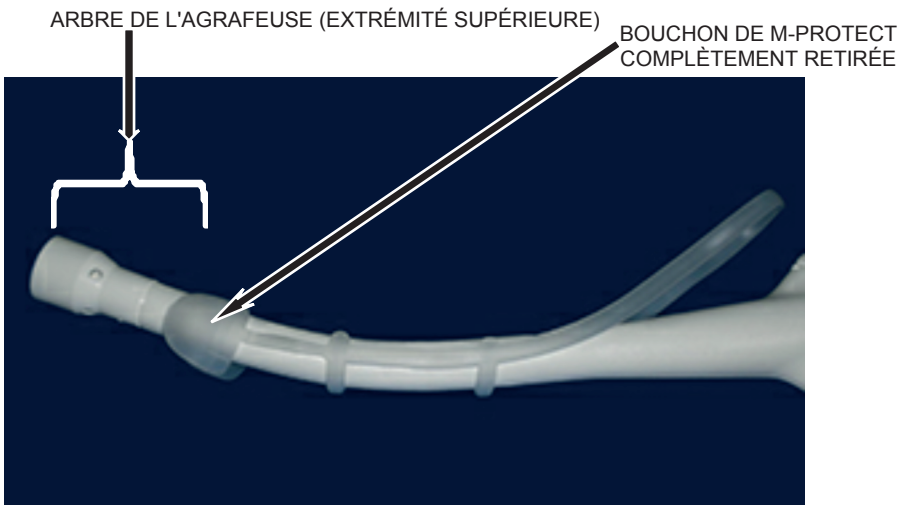

fig. 7
► Détails p. 10, fig. 6, p. 10 + fig. 7, p. 11
Le fait de retirer m-protect ► fig. 6 + fig. 7, p. 11
*Après l'agrafeuse a été introduit et la zone d'opérations a été atteint, m-protect doit nécessairement être retiré suffisamment - c'est-à-dire : complètement - au-dessus de l'extrémité supérieure du arbre de l'agrafeuse comme dans la section "Le fait de retirer m-protect" à la page 10 et comme dans figure 7 ci-dessous, resp. fig. 6, p. 10, décrit! Sinon, le danger est que aide de insertion m-protect est dans la ligne de clip l'anastomose cela peut conduire à des complications.*
- fig. 7 + fig. 6, p. 10
- ▶ fig. 7, p. 11 + fig. 6, p. 10